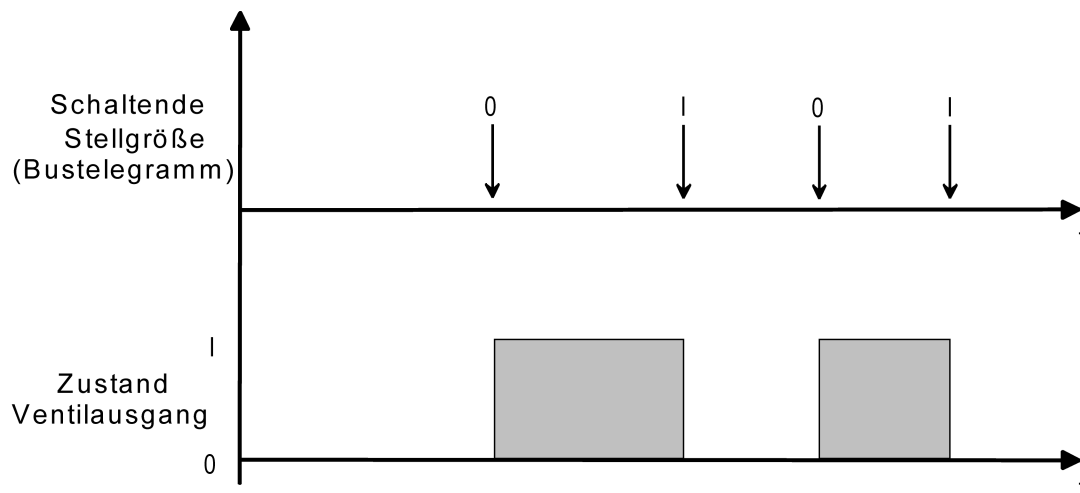

Bild 38: Umsetzung einer schaltenden Stellgröße in ein Ausgangssignal bei stromlos geöffneten Ventilantrieben (Beispiel)
- Den Parameter "Ventil-Wirksinn (Ventil im stromlosen Zustand)" einstellen auf "geöffnet". Bei schaltenden Stellgrößen wird das über das Objekt "Stellgröße" empfangene Schaltelegamm direkt an den Ausgang weitergeleitet. Bei einem empfangenen "EIN"-Telegramm wird der Ausgang nicht bestromt und somit das Ventil vollständig geöffnet. Das Ventil wird durch Einschalten des Ausgangs vollständig geschlossen, wenn ein "AUS"-Telegramm empfangen wird (Bild 38).